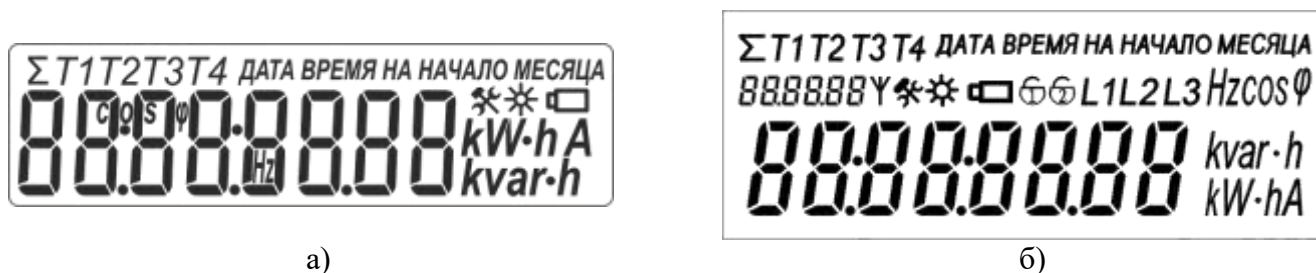

Рисунок 3.1 – Режим теста ЖКИ счетчика
3.3 При включении счетчик переходит в режим теста ЖКИ, в котором одновременно отображаются все сегменты ЖКИ. Для счетчиков в корпусах W31 и D33 (рисунок 3.1а, а для счетчиков корпусе W32 рисунок 3.1, б